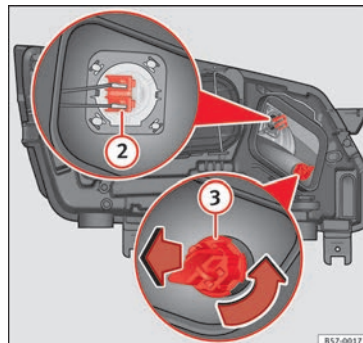

Abb. 107 Im Motorraum: Glühlampe Fernlicht ② und Glühlampe Blinker ③.
3. Drücken Sie den Stecker » **Abb. 107** ② seitlich nach links und ziehen Sie.
3. Drehen Sie den Lampenträger » **Abb. 107** ③ nach links und ziehen Sie.